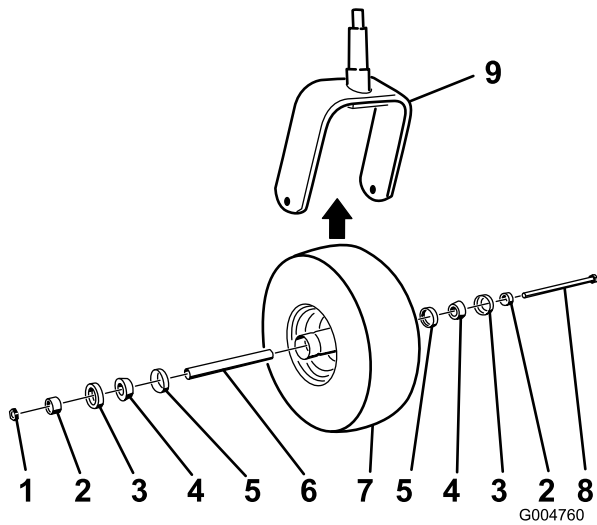

Figura 73
2. Retire la contratuerca del perno que sujeta el conjunto de la rueda giratoria en la horquilla (Figura 73).
5. Ensamble la rueda giratoria presionando los cojinetes cónicos y las juntas, llenos de grasa, sobre el cubo de la rueda, según se muestra en la Figura 73.